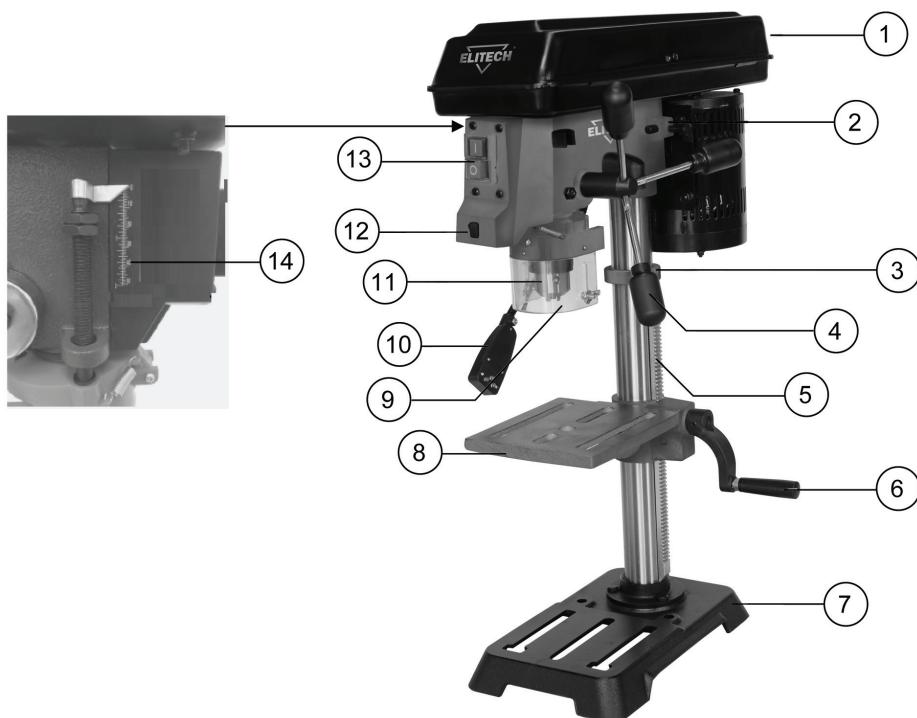
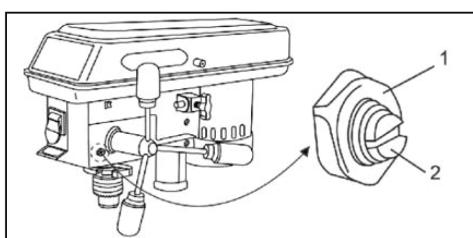

Рис. 1
Рис. 6
- 6.3. Возьмите кронштейн стола, вставьте в него червячный вал (Рис. 3) и введите элевационную рейку. Прижмите элевационную рейку к червячному валу. Установите собранный узел на стойку (Рис. 4). Нижний конец элевационной рейки обопрется на нижнее кольцо стойки, а верхний конец рейки прижмите ограничительным кольцом (Рис. 5). При установке ограничительного кольца на стойку обратите внимание на то, чтобы узел с одной стороны кольца плотно прижал элевационную рейку. Зафиксируйте кольцо винтом. Установите ручку перемещения рабочего стола 6 (Рис. 1).
6.5. Установите ручки подачи 4 (Рис. 1).
6.6. Установите на шпиндель патрон 11 (Рис. 1).
6.7. Установите защитный щиток 9 (Рис. 1).
6.8. Проверьте наличие поперечного люфта шпинделя, покачав за сверлильный патрон 11 (Рис.1). Если люфт ощущим, его можно минимизировать, проворачивая по часовой стрелке винт 2 (Рис.6), предварительно отпустив контрящую гайку 1 (Рис. 6). По завершению регулировки затяните контрящую гайку. Помните, затягивая винт 2 (Рис. 6) вы прижимаете шпиндель. Усилия возвратной пружины может оказаться недостаточным для автоматического подъема шпинделя в исходное положение.
- Включение станка осуществляется выключателем 13 (Рис 1). Кожух ременной передачи 1 (Рис. 1) должен быть закрыт. Ключ зажимного патрона не должен оставаться в патроне.
- Лазерный указатель включается выключателем 12 (Рис. 1).
- Контроль и регулировка глубины сверления «глухих» отверстий производится по шкале 14 (Рис. 1), расположенной на станке.
- Осевое перемещение шпинделя (патрона) 11 (Рис. 1) задается рычагом подачи 4 (Рис. 1);
- Изменение высоты рабочего стола 8 (Рис. 1) вдоль стойки осуществляется ручкой 6 (Рис. 1) с предварительно ослабленным фиксатором кронштейна.
Для изменения скорости вращения шпинделя предварительно следует ослабить натяжение клиновых ремней винтом 2 (Рис. 1). Затем переместить электродвигатель в сторону шпинделя. Руководствуясь схемой на рисунке 7 необходимо установить ремни на ступенях шкивов в требуемые позиции. Затем натянуть клиновые ремни, отодвигая двигатель в сторону от шпинделя и зафиксировать натяжение винтом 2 (Рис. 1).